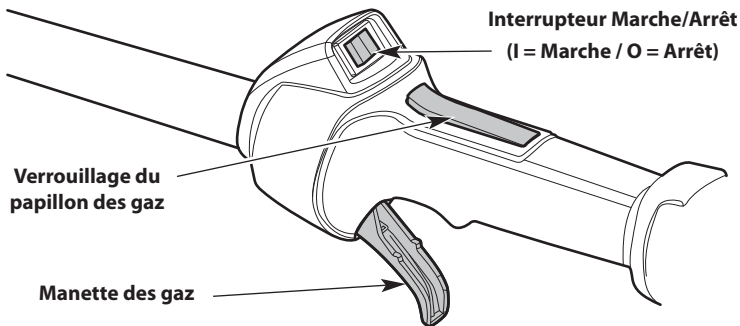

Fig. 13
REMARQUE : Il n'est pas nécessaire de démarrer l'appareil. L'interrupteur de marche/arrêt est constamment en position de **Marche (I)** (Fig. 13).
3. Appuyez sur le bouton de verrouillage de la manette des gaz et maintenez-le enfoncé (Fig. 13). Serrez la manette des gaz et maintenez-la enfoncée (Fig. 13).
2. Appuyez sur l'interrupteur de marche/arrêt et maintenez-le enfoncé en position **d'Arrêt (O)** jusqu'à ce que le moteur s'arrête complètement (Fig. 13).
4. Appuyez sur le bouton de verrouillage de la manette des gaz et maintenez-le enfoncé (Fig. 13). Serrez la manette des gaz et maintenez-la enfoncée (Fig. 13).